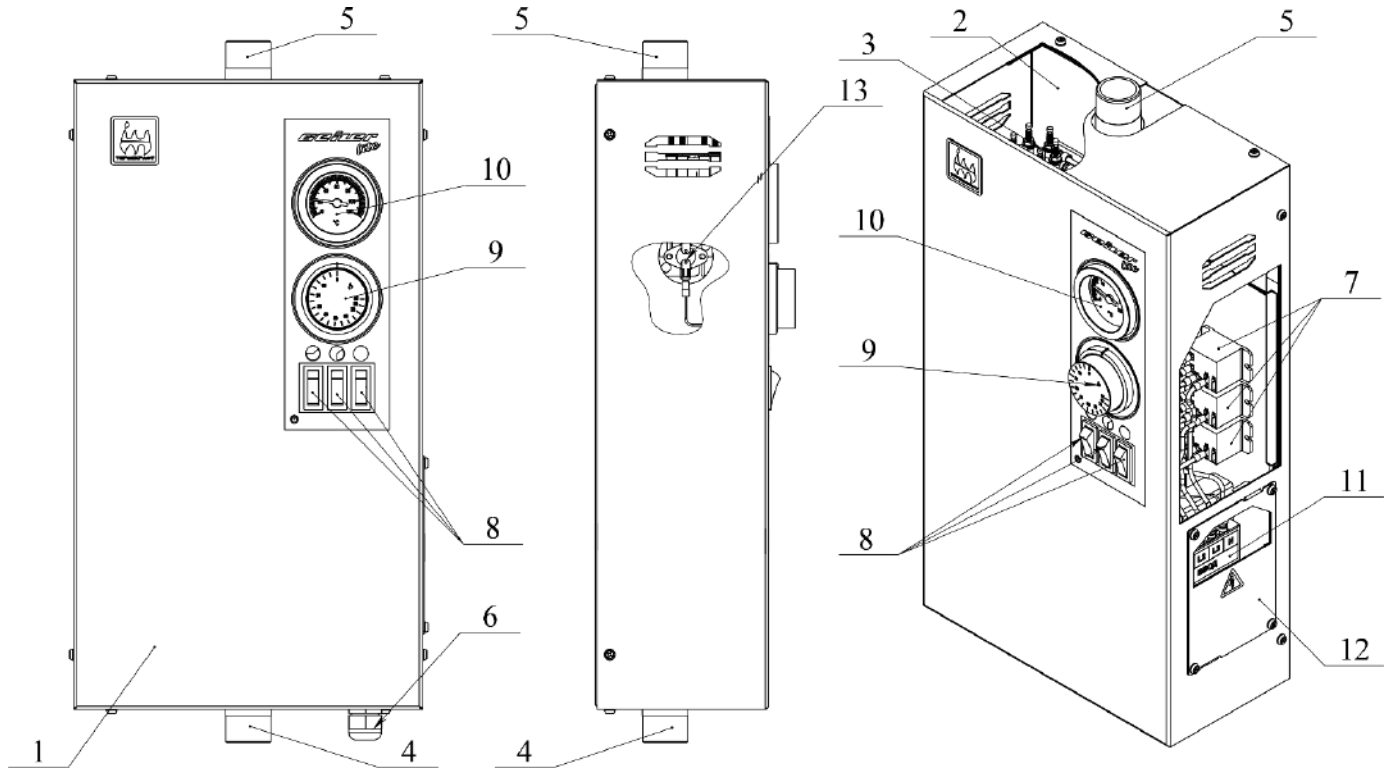
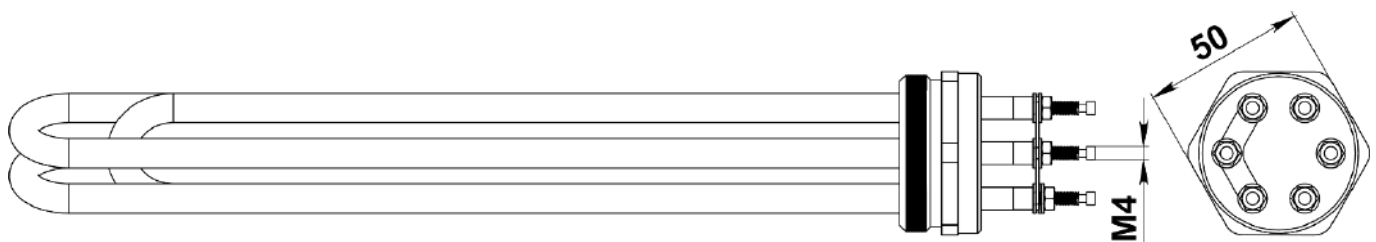

Рис. 1 Устройство водонагревателя
Рис. 2 Блок трубчатых электронагревателей (ТЭНБ)
Внутренний корпус электроводонагревателя представляет собой стальной резервуар, обернутый теплоизоляционным материалом, с подающим и обратным патрубками (Рис.1 поз. 4,5), предназначенными для присоединения котла к системе отопления.
Сверху к резервуару приварена муфта, куда на резьбе вкручен блок трубчатых электронагревателей (ТЭНы) (Рис.1 поз. 3). Блок ТЭНов (Рис. 2) предназначены для нагрева теплоносителя в системе отопления. ТЭНБ представляет собой фланец с наружной резьбой, в который герметично запрессованы трубчатые электронагреватели с резьбовыми выводами (М4). Фланец имеет трубную цилиндрическую резьбу по ГОСТ 6357-81 G 1½” и шестигранник под ключ (50мм).
Снаружи корпус котла закрыт декоративным кожухом (Рис. 1 поз. 1). В верхней части внутреннего корпуса котла находится биметаллический термоограничитель (Рис. 1 поз. 13), который отключает нагрев и предотвращает закипание теплоносителя при аварийных ситуациях, связанных с отказом терморегулятора и настроен на температуру 95°С. При остывании термоограничитель возвращается в рабочее положение.
В верхней части электроводонагревателя на панели котла смонтирован блок управления. В нем установлены клавишные выключатели (Рис.1 поз. 8), электромагнитные реле (Рис.1 поз. 7), капиллярный термометр (Рис.1 поз. 10) и терморегулятор (Рис.1 поз. 9), управляющий работой котла.
Отсек монтажной колодки расположен сбоку в нижней части котла. В данном отсеке производится подключение электроводонагревателя к питающей сети. Для подключения к сети не нужно разбирать корпус котла, достаточно снять лючок отсека подключений (Рис. 1 поз. 12).
При включении первого клавишного выключателя (Рис. 1 поз.8) в положение «ВКЛ» подается питание на электромагнитное реле - подключается первая ступень мощности блока ТЭНов (Рис. 1 поз. 3).
- Снять лючок отсека подключений (Рис.1 поз. 12), предварительно выкрутив винты крепления;